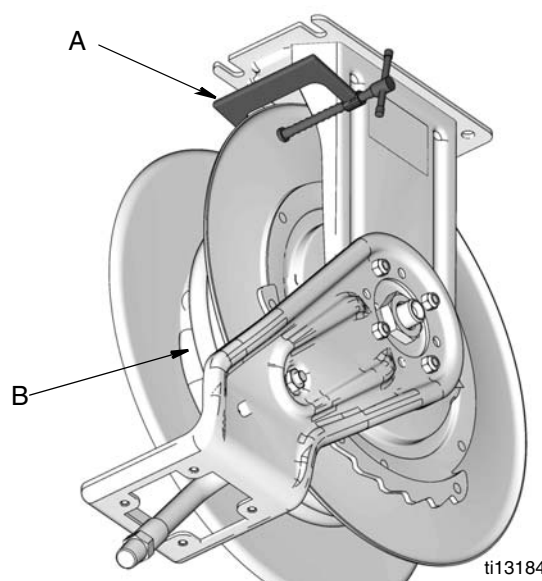

FIG. 19
2. Dérouler complètement le tuyau (B) et verrouiller l'enrouleur.
3. Placer un serre-joint en C (A) sur la bride de l'enrouleur pour éviter que l'enrouleur se déverrouille par accident et tourne ainsi librement (FIG. 19).